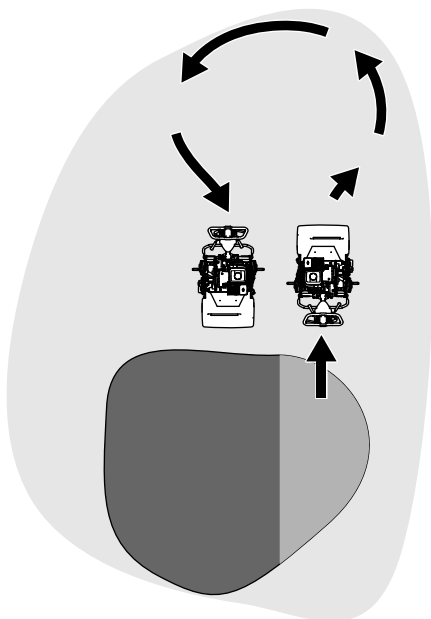

Figura 21
- Gire la máquina fuera del green, elevando el molinete (empujando el manillar hacia abajo) y realizando un giro en forma lágrima sobre el tambor de tracción (Figura 21).
- 1. Localice la palanca de engranaje de la tracción en la caja de engranajes de la transmisión (Figura 21).